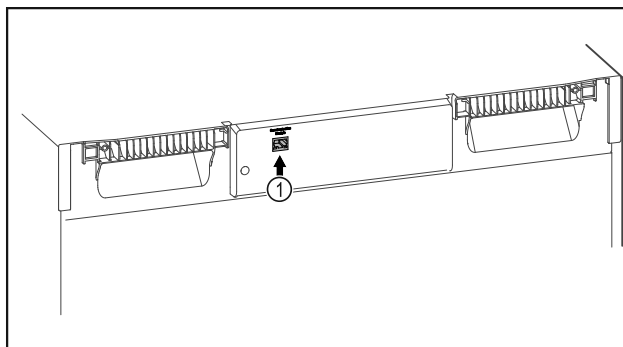

Fig. 138
- SmartModule Fig. 138 (1) ir ievietots.